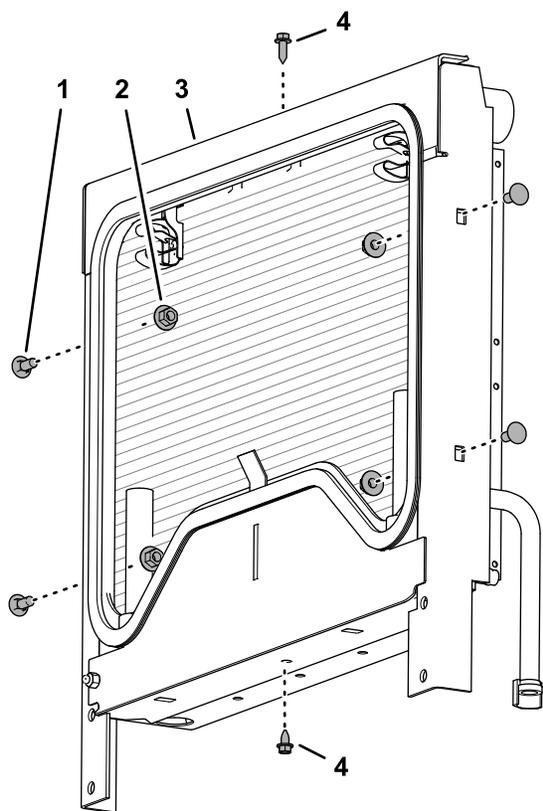

Figura 22
1. Retire os dois parafusos de cabeça flangeada que prendem a estrutura de montagem ao radiador (Figura 22).
- Retire os quatro parafusos de carroçaria e as quatro porcas flangeadas serradas que prendem a estrutura de montagem ao radiador (Figura 22).